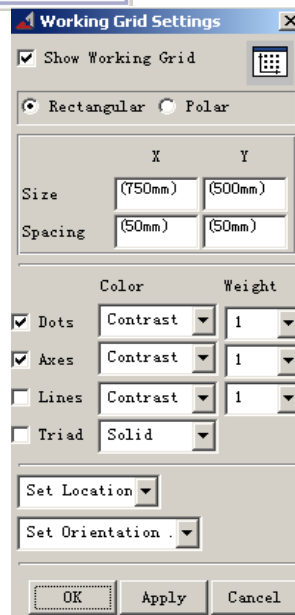

图 2-1 设置工作网格对话框
2.1 对于这个模型，网格间距需要设置成更高的精度以满足要求。在 ADAMS/View 菜单栏中，选择设置 (Setting) 下拉菜单中的工作网格 (Working Grid) 命令。系统弹出设置工作网格对话框，将网格的尺寸(Size)中的 X 和 Y 分别设置成 750mm 和 500mm，间距(Spacing)中的 X 和 Y 都设置成 50mm。然后点击 “OK” 确定。如图 2-1 所表示。